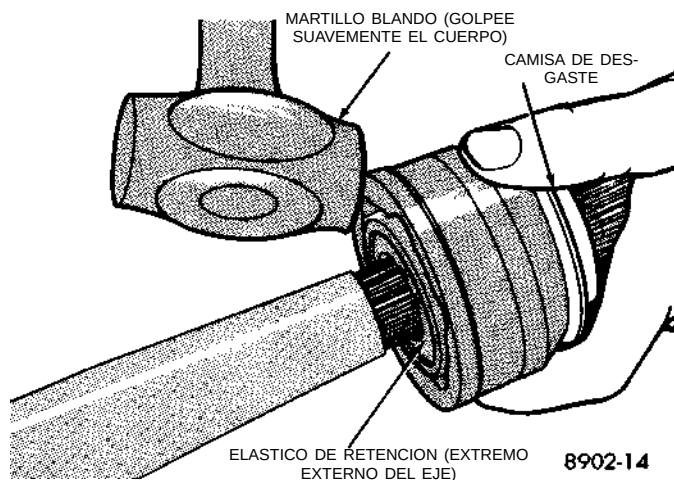

Fig. 45 Desmontaje de la junta homocinética externa del eje de interconexión
(4) Retire la junta homocinética externa del eje de interconexión mediante el siguiente procedimiento: apoye el eje de interconexión en una mordaza equipada con tapas protectoras en las mandíbulas para evitar que se dañe el eje de interconexión. Luego, con un martillo blando, golpee el extremo del cuerpo de la junta homocinética para desalojar el cuerpo del elástico de retención interno en el eje de interconexión (Fig. 45). Después, deslice la junta homocinética externa del extremo del eje de interconexión. Es posible que sea necesario dar golpes suaves con un martillo blando en la junta para retirarlo del eje.